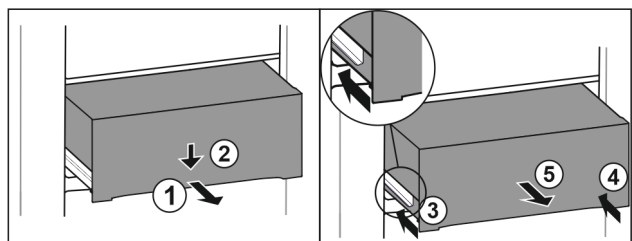

Fig. 151
- Schubfach halb herausziehen. Fig. 151 (1)
- Schubfach an der Vorderseite nach unten drücken. Fig. 151 (2)
- Linke Schiene etwa 2 cm einschieben. Fig. 151 (3)
- Rechte Schiene etwa 2 cm einschieben. Fig. 151 (4)
- Schubfach nach vorne entnehmen. Fig. 151 (5)